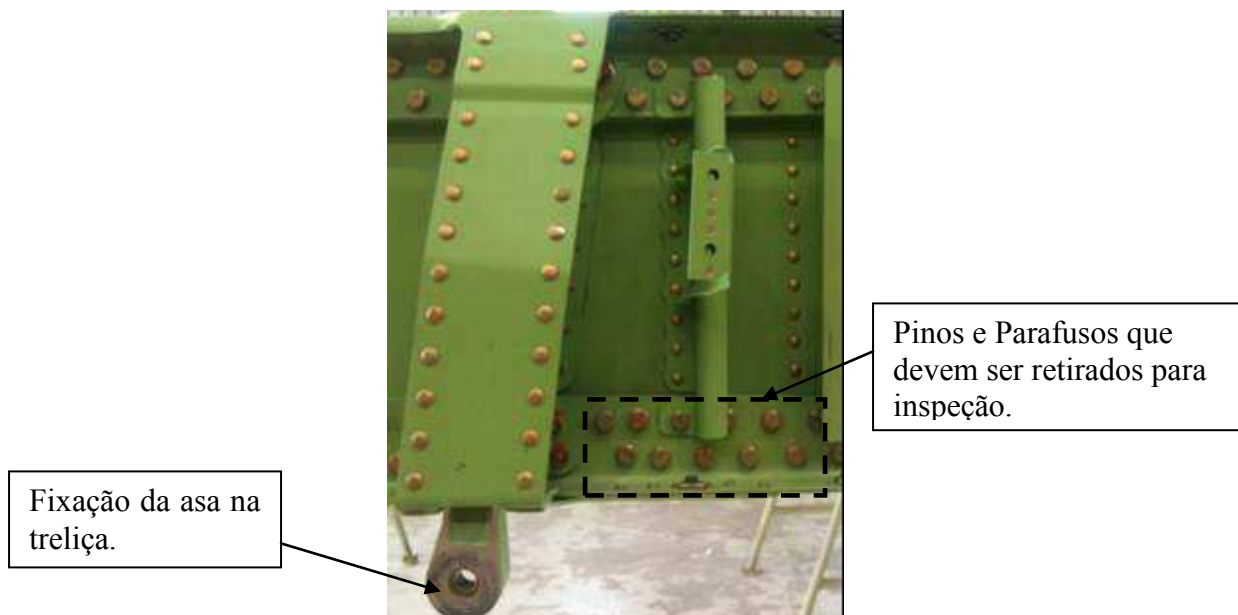

FIGURA 5: INSPEÇÃO DOS PINOS E PARAFUSOS
- 2.8 Remova os pinos e parafusos identificados na FIGURA 5. Inspeção TODA a superfície interna de cada um destes furos, com lente de aumento de 10x, bem como as regiões adjacentes quanto à presença de corrosão, trincas, marcas de ferramentas ou qualquer tipo de dano que comprometa a integridade da peça ou conjunto analisado. Utilize uma lanterna para melhorar a visualização.